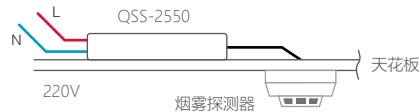

图2
2. 将控制器上外留的红色导线接入火线，蓝色导线接入零线（见图2）。